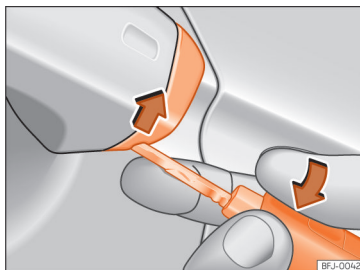

Fig. 87 Manípulo da porta do condutor: soltar a tampa fazendo alavanca.
- Introduza o palheto na abertura inferior da tampa do manípulo da porta do condutor »» Fig. 87 e retire a tampa de baixo para cima.